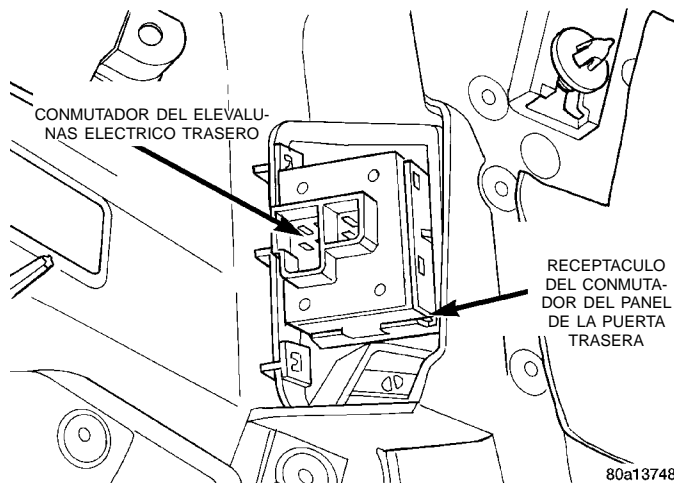

Fig. 5 Desmontaje/instalación del conmutador del elevación eléctrica de la puerta trasera
- (6) Desenchufe el conector del mazo de cables del conmutador del elevación eléctrica de la puerta.
- (7) Descalce el conmutador del receptáculo del panel (Fig. 5).